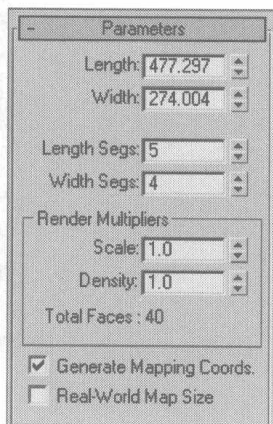
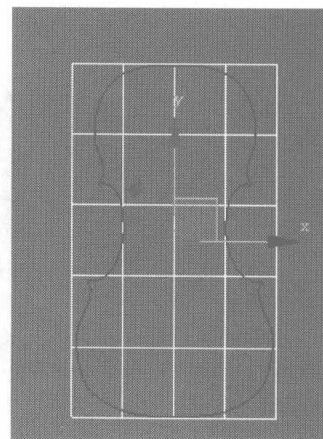

图 5.17
图 5.18
- 02 在 创建面板的 区域，选择 **Standard Primitives** 类型，单击 **Plane** 按钮，在视图中创建一个面片模型，在 **Parameters** 卷展栏中设置如图 5.17 所示参数，模型显示如图 5.18 所示。单击右键，在弹出的快捷菜单中选择 **Editable Poly** 选项，将模型塌陷成可编辑多边形。